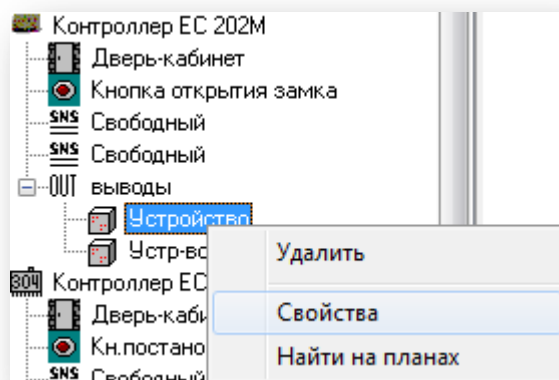

Рисунок 6.19
- В контекстном меню этого устройства выберите пункт «Свойства» (Рисунок 6.19).